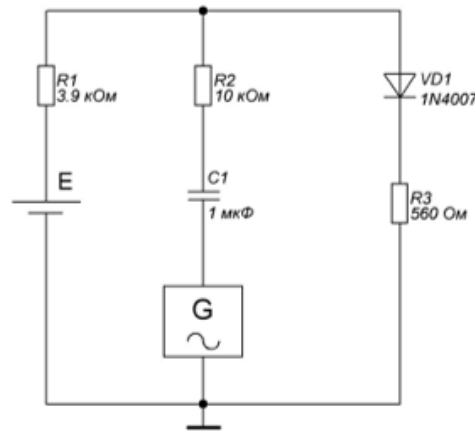

Рисунок 5.1 – Схема для измерения времени жизни неосновных носителей заряда при запирании р-п перехода
- 1) Собрать схему измерения согласно рис. 5.1